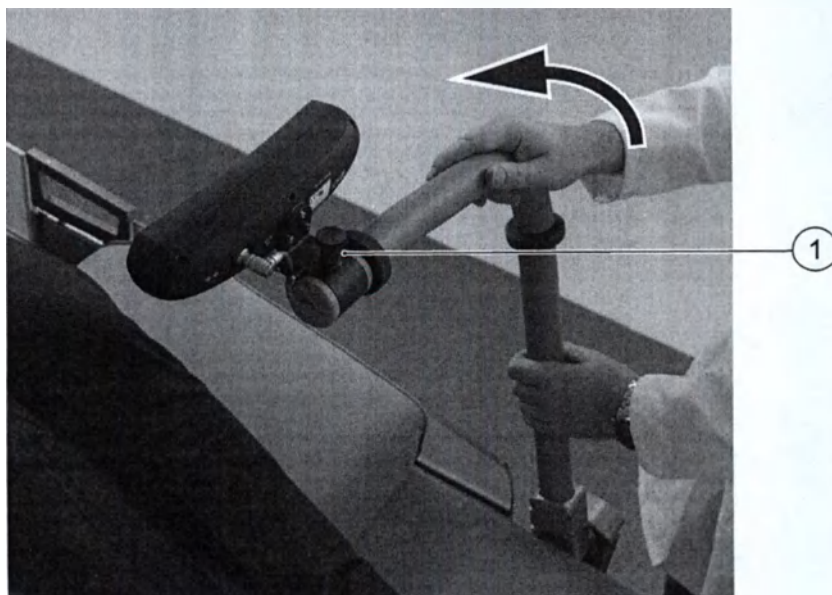

Рис. 5.36 Подъем кронштейна ИК-камеры
- 2 Поднимите кронштейн ИК-камеры и отпустите защелку (1) ИК-камеры, см. Рис. 5.36 . Поверните кронштейн ИК-камеры к пациенту и заблокируйте защелку.